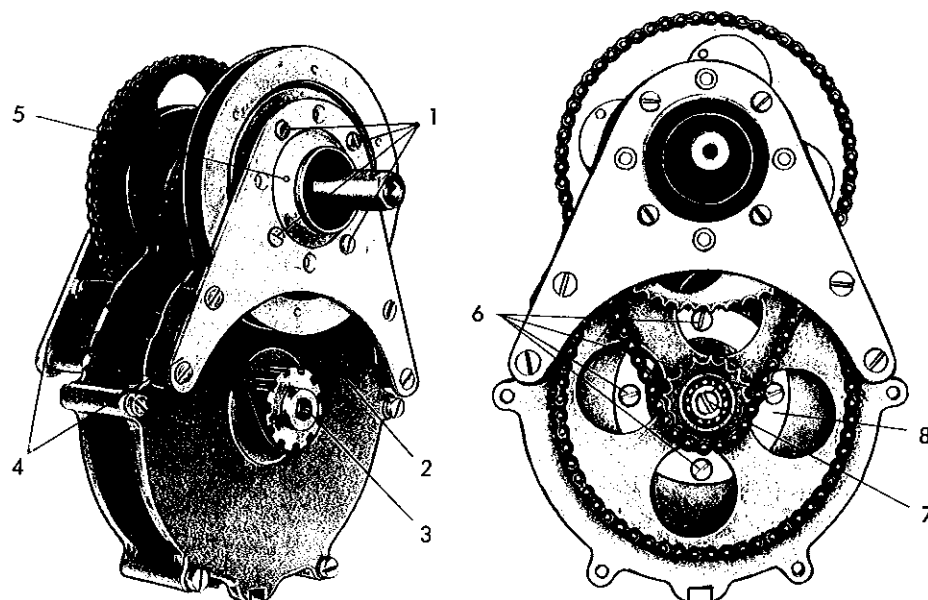

Bild 89. Generators utväxlingsanordning från två sidor
2. Kontrollera att gummiremmen (2 på bild 89) är lagom spänd, vilket innebär att den kan tryckas in ca 3 mm mitt emellan remhjulen. Justera remmens spänning på följande sätt:
- a Lossa på båda lagerbockarna de fyra skruvarna (1) som håller lagerhusen.
- b Vrid lagerhusen så att gummiremmen blir lagom spänd och så att skruvhålen kommer mitt för varandra. Lagerhusen kan ställas i fyra olika lägen, men de skall dock ställas i samma läge i förhållande till varandra. Se indexmärkena på lagerhusen (5).